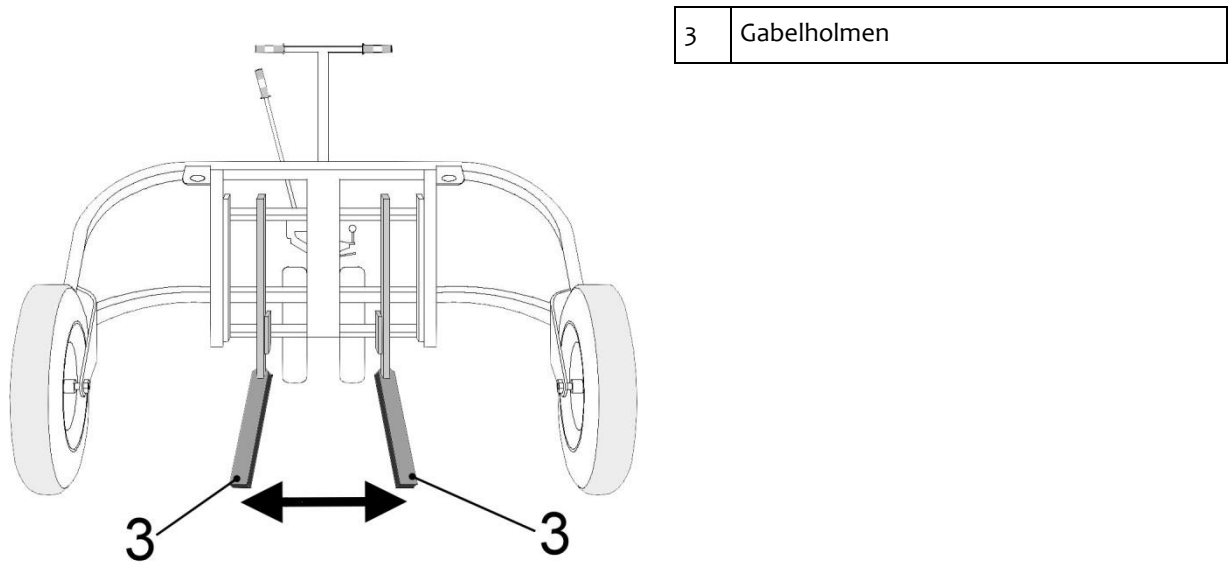

Abb. 1
- Gabelholmen (3 /Abb. 1) des Hubwagens durch Drehen des **Bedienhebels II** entgegen dem Uhrzeigersinn absenken.